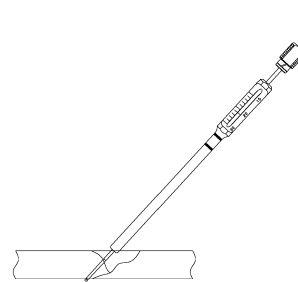

図 3
- 2.7 コーティカルスクリュー用デプスゲージの先端フックを対側皮質に引っ掛け、スケールを読み取ります。（図 3）